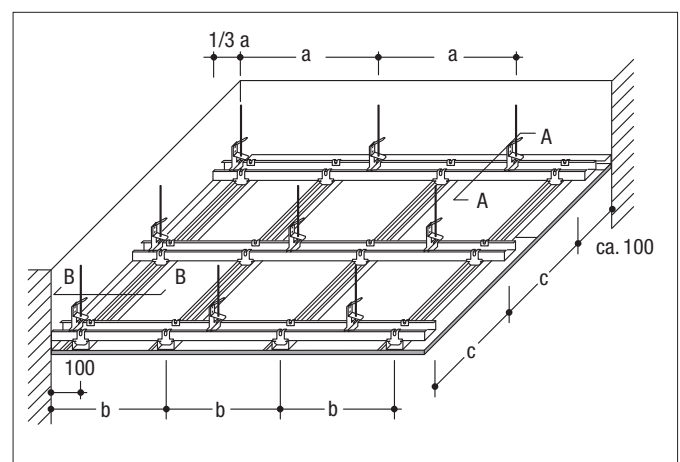

Fig. 8-4 Estructura portante en metal suspendida del techo
- Estructura portante en metal suspendida del techo (véase fig. 8-4).
| | Estructura portante en metal fijada suspendida del techo (véase fig.8-4) | CD 60 x 27 x 0,6 | CD 50 x 27 x 0,6 | a = 750 mm | b = 400 mm (long.) | c = 1000 mm |